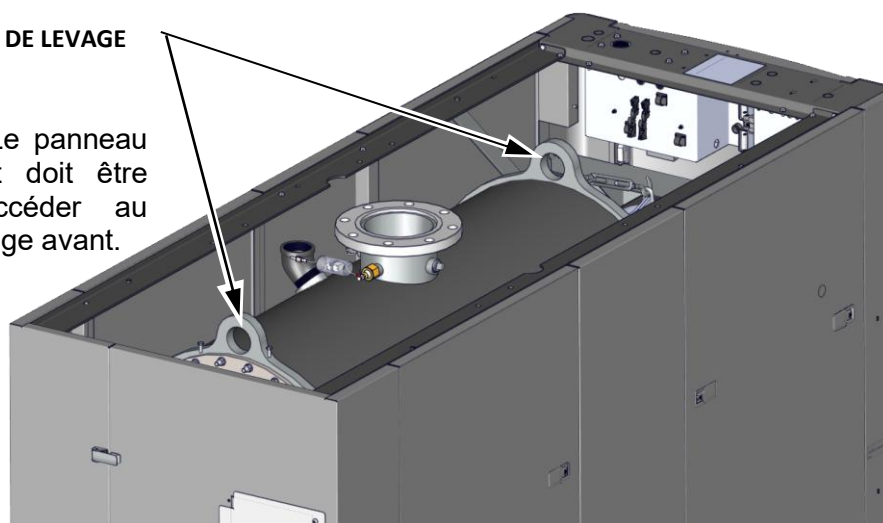

Figure 2-4c : Emplacements du crampon de levage – BMK5000 et 6000
Deux (2) crampons de levage sont fournis en haut de l'échangeur de chaleur principal, comme illustré à la Figure 2-4c. L'emplacement des pattes de levage est indiqué sur l'emballage rétractable couvrant l'unité pour l'expédition.